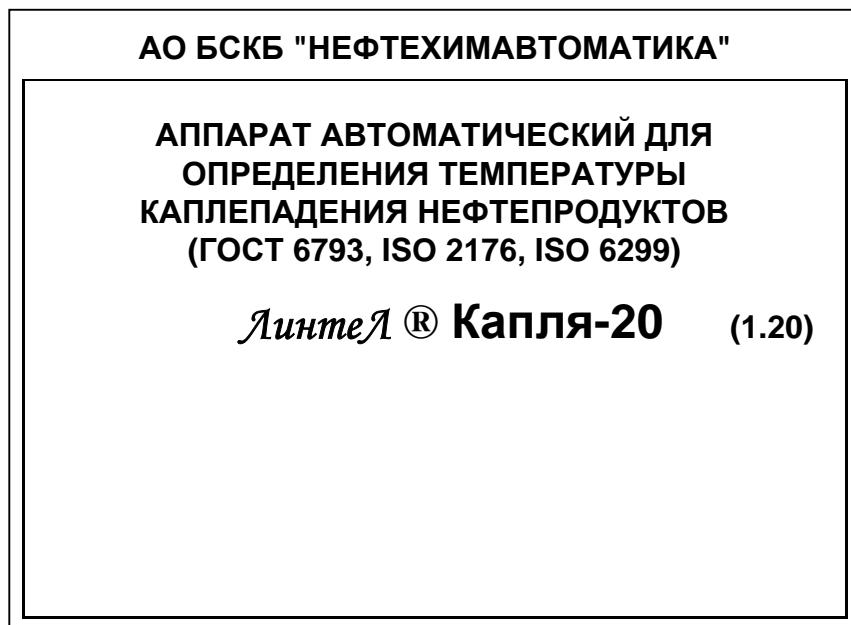

Рисунок 3. Окно загрузки
3.3.2 После включения аппарата, на дисплее появляется окно загрузки (рисунок 3).